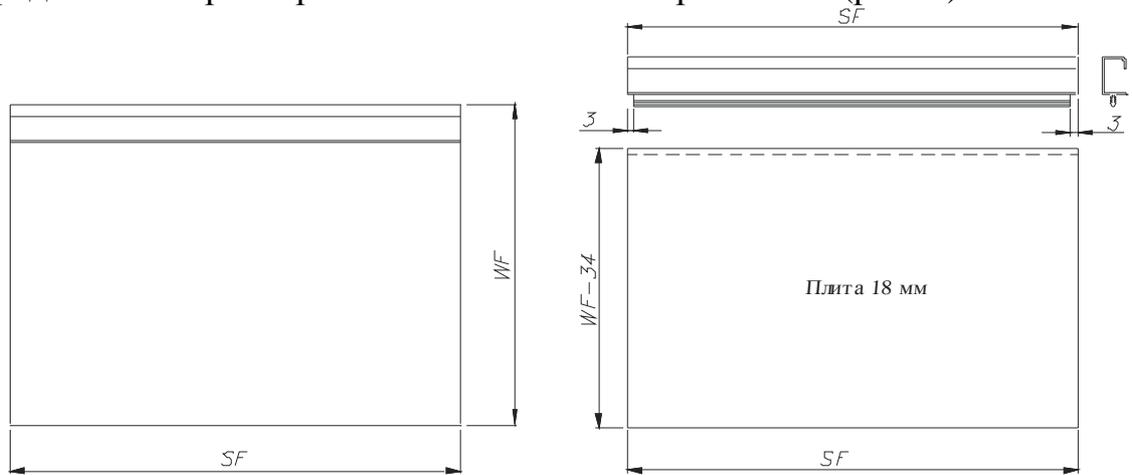

Рисунок 9
- III. Бортовой ручкой для плиты 18 мм (рис. 9, 9а, 9б).
На рис. 9 представлены размерные зависимости из варианта III (рис. 3).
Рисунок 9а
МОНТИРОВАТЬ ПО СТОРОНЕ Рисунок 9б